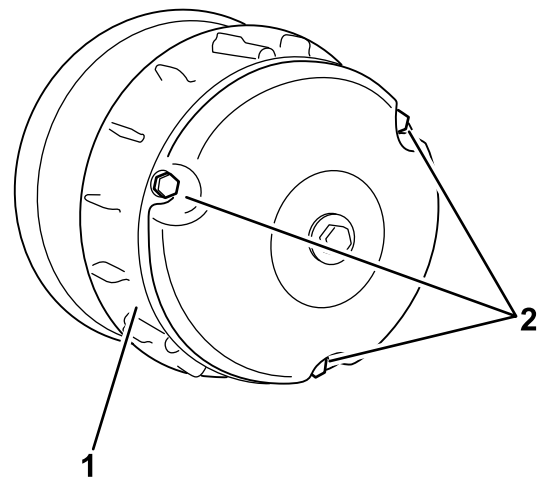

Figura 64
4. Coloque a tampa da embraiagem e fixe-a com os 3 parafusos (Figura 64) que retirou em 2.
2. Retire os 3 parafusos que fixam a tampa da embraiagem e retire a tampa (Figura 64).